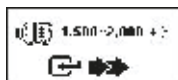

Fig.44
7. Continue a partir do teste anterior (também fig. 41, 42 ou 43); o visor automaticamente ligado para [teste de carga eléctrica a 2.000 RPM] como mostrado em Fig.44 abaixo depois de 5 segundos.